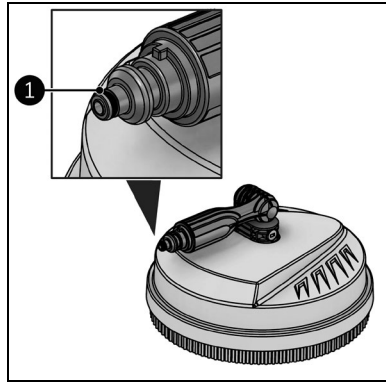

Abbildung 21
4. Tragen Sie Vaseline auf den O-Ring des Bodenreinigers (Abbildung 21, Pos. 1) auf.